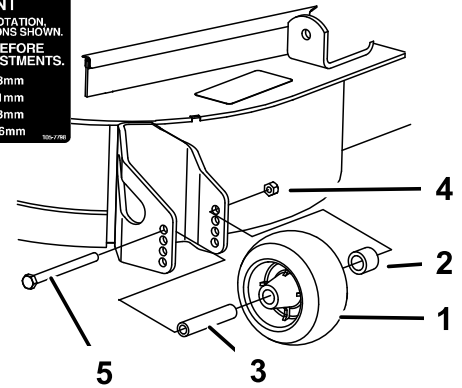

図 13
1. 刈高を変更後、ローラのフランジナット、ブッシュ、スペーサ、ボルトを外して (図 13)、ローラの高さ調整を行う。
3. フランジナット、ブッシュ、スペーサ、ボルトを取り付ける。54-61 N.m (5.5-6.2 kg.m=40-45 ft-lb) にトルク締めする (図 13)。